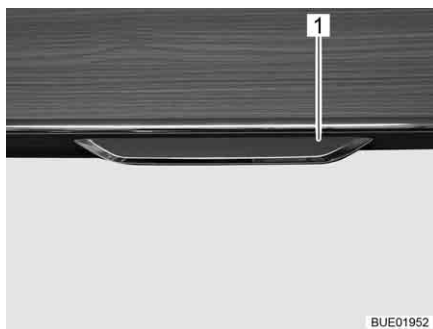

Fig. 61 Trampilla de mueble con tirador de desbloqueo
- Tirar el tirador de desbloqueo (Fig. 61,1) hacia fuera.